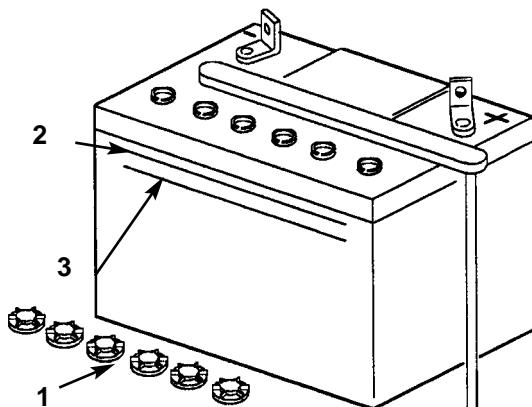

Fig. 21
2. Osservate il lato della batteria: l'elettrolito deve raggiungere la riga "SUPERIORE" (Fig. 21); non permettete che scenda al di sotto della riga "INFERIORE" (Fig. 21).
2. Svitate i tappi (Fig. 21).
3. Versate lentamente l'acqua distillata in ogni elemento, fin quando il livello raggiunge la riga "SUPERIORE" (Fig. 21) sul vaso contenitore della batteria.